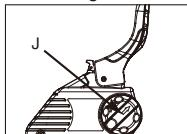

Fig. 3F
10. Vri knotten (J) MOT KLOKKEN til TANGEN (K) er kommet nesten helt fram. (Fig. 3F)
12. Lås skruen (N) stramt, og følg trinn 13 for å justere kjedespenningen.